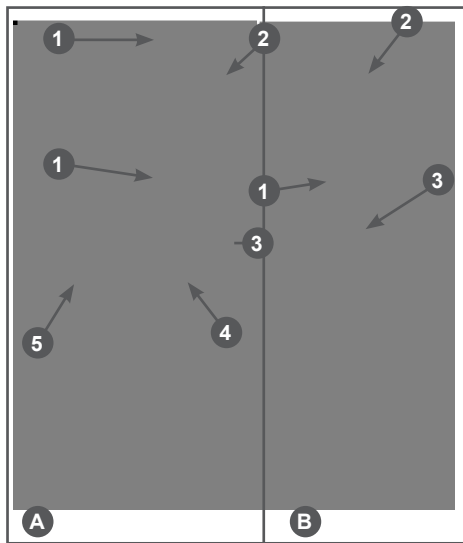

Рис. 10 Обслуживание воздушного фильтра G201НК, G210НК, G210НТ
1. Открутите барашковую гайку (отогните фиксатор крышки воздушного фильтра) (Рис. 10 п. 1) и снимите крышку воздушного фильтра (Рис. 10 п. 2).
2. Извлеките из корпуса воздушный фильтр (Рис. 10 п. 3).
3. Проверьте целостность и чистоту воздушного фильтра. Поролоновый (предварительный) фильтрующий элемент тип «А» (Рис. 10А п. 5)
установлен на корпусе бумажного фильтрующего элемента (Рис. 10А п. 4).
- При незначительном загрязнении промойте поролоновый фильтр (Рис. 10А п. 5 и Рис. 10В п. 3) теплым мыльным раствором и просушите. Поврежденный или сильно загрязненный поролоновый фильтр замените.
- Воздушный фильтр тип «В» - поролоновый (Рис. 10В п. 3) смочите специальным или чистым моторным маслом, после чего отожмите излишки масла.
Бумажный фильтрующий элемент (Рис. 10А п. 4) не подлежит очистке, необходима его замена. Не продувайте бумажный фильтрующий элемент сжатым воздухом, не промывайте его в бензине и других растворителях. Эксплуатация двигателя с грязным или поврежденным воздушным фильтром, или без воздушного фильтра приведет к попаданию грязи и пыли в карбюратор и двигатель, что в свою очередь, станет причиной его быстрого износа. Двигатель в этом случае не подлежит ремонту по гарантии.